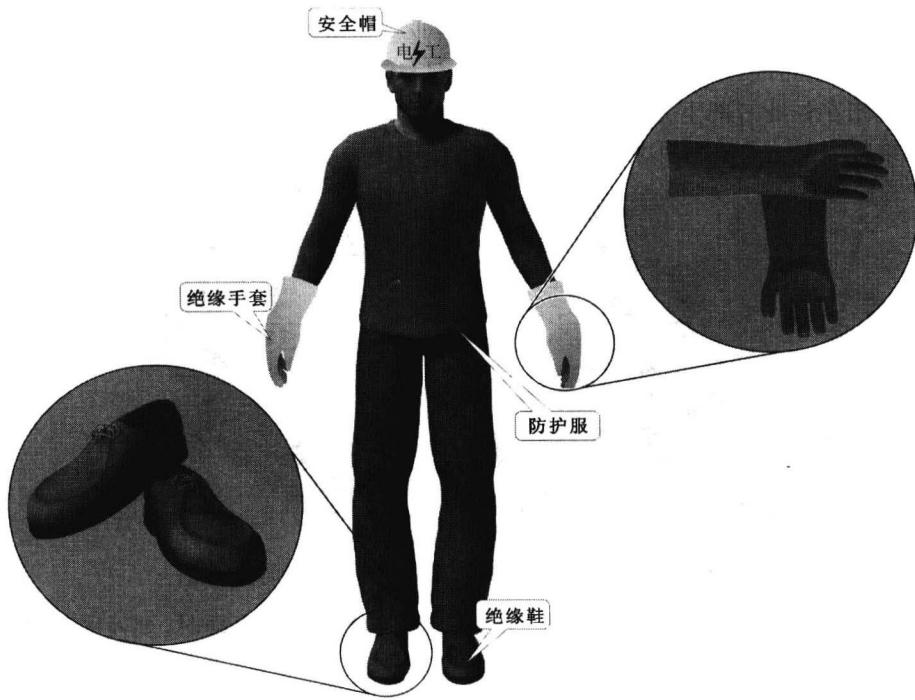

图 1-9 穿戴齐全的防护用品
(1) 工作前应详细检查所用工具是否安全可靠，并穿戴好必需的防护用品，如安全帽、绝缘手套、绝缘鞋、防护服等，以确保人体和地面绝缘。严禁在防护用品穿戴不全的情况下进行电工作业。图 1-9 所示为已穿戴齐全的防护用品。对于更换灯泡或熔断器等细